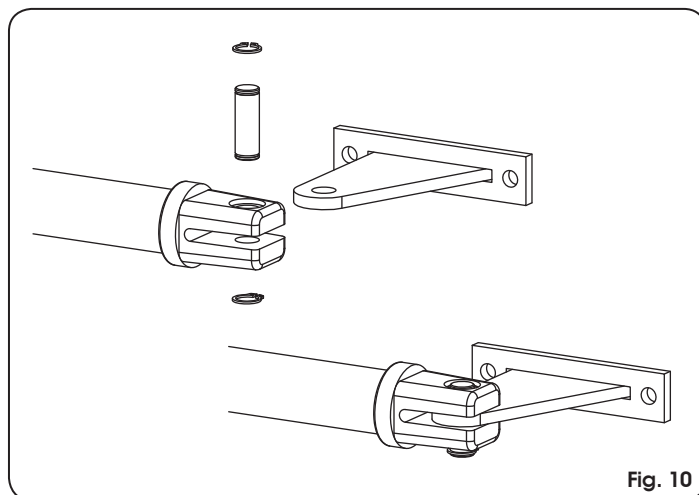

Fig. 10
7. Montar o suporte dianteiro, como indicado na Fig. 10.